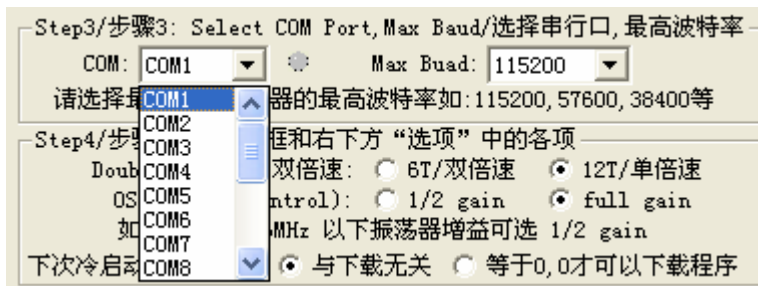

图 15 选择串行口
3、选择所用的串行口，通常我们选择 COM1，如图 15 所示。如果你所用的 PC 机有多个串口，或者你使用 USB 到串口的转换装，就要根据实际情况来选择。